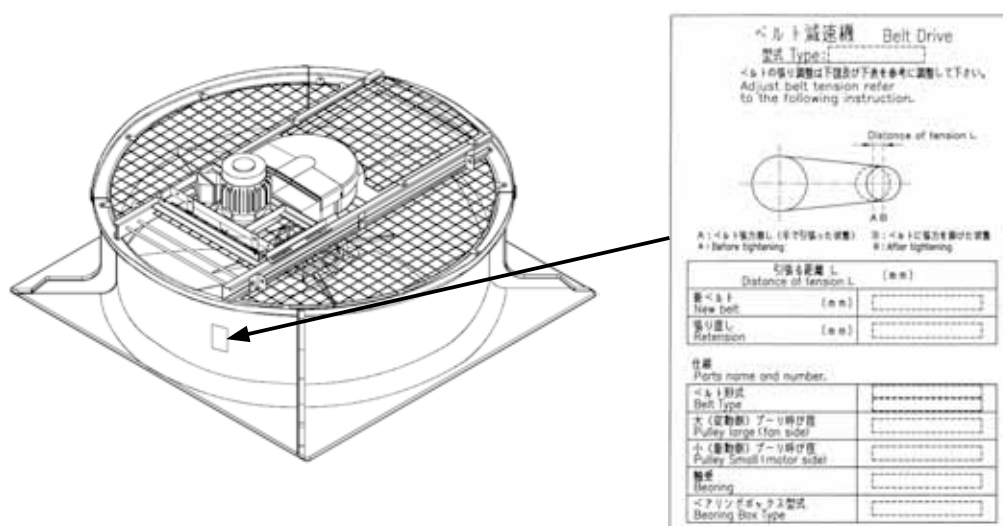

図11-3 ベルト減速機ラベル
- g. 引っ張る距離(L)は別に定めた規定値としてください。(図11-3ベルト減速機ラベルを参照してください。)
下記のラベル貼付位置および図11-3 ベルト減速機ラベルを参照してください。
交換部品ベルトサイズは図11-3 ベルト減速機ラベルを参照ください。